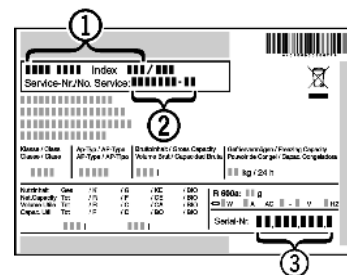

Fig. 16
- ▶ **Apparaataanduiding** Fig. 16 (1), service-nr. Fig. 16 (2) en serie-nr. Fig. 16 (3) van het typeplaatje aflezen. Het typeplaatje bevindt zich aan de linkerkant binnen in het apparaat.
- ▶ Contact opnemen met de Technische Dienst en het probleem, apparaataanduiding *Fig. 16 (1)*, service-nr. *Fig. 16 (2)* en serie-nr. *Fig. 16 (3)* mededelen.